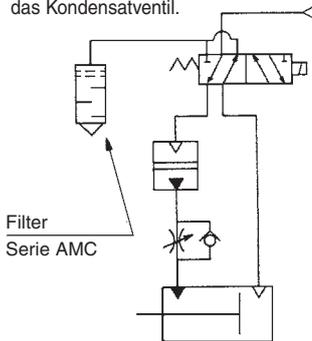

Abbildung 6
3. Mit der Gleitbewegung treten Leckagen auf. Besonders bei Verwendung einer einseitigen Niederdruckhydraulikeinheit wird das Betriebsöl, das zur pneumatischen Seite hin ausströmt, vom Schaltventil abgegeben, wodurch das Schaltventil verunreinigt wird. Installieren Sie deshalb einen Filter Serie AMC. (Abb.6). Wenn der Ölbehälter des Filters voll ist, strömt Betriebsöl aus. Öffnen Sie deshalb regelmässig das Kondensatventil.